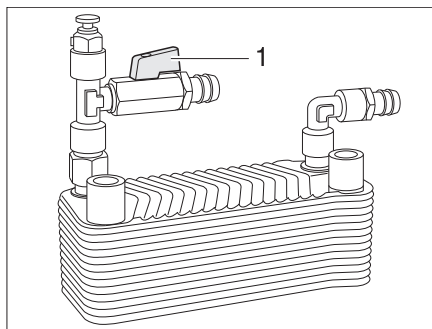

Fig. 300 Termocambiador Alde
*Poner en marcha:* ■ Colocar el tirador (Fig. 300,1) del grifo de cierre en paralelo a la tubería.
*Apagar:* ■ Colocar el tirador (Fig. 300,1) del grifo de cierre transversalmente a la tubería.